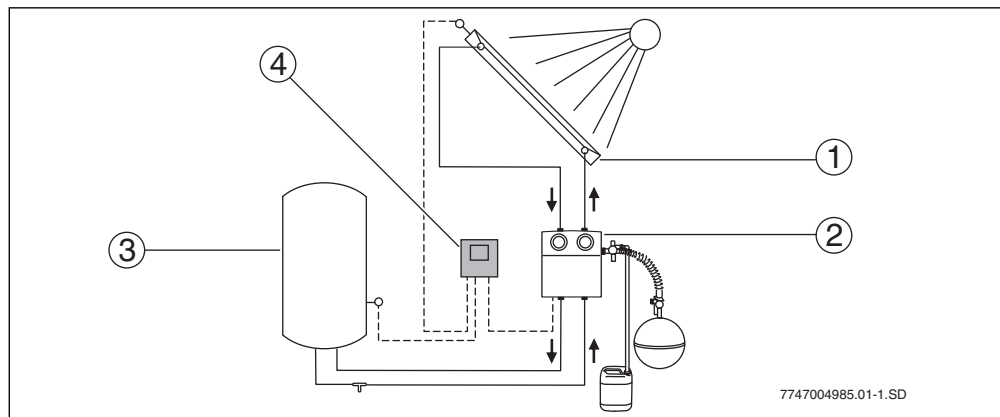

Fig. 2 Esquema de la instalación
Si se supera la diferencia de temperatura ajustado entre los captadores (→ fig 2, pos. 1) y el acumulador solar (→ fig 2, pos. 3) la bomba de la estación solar se conecta.